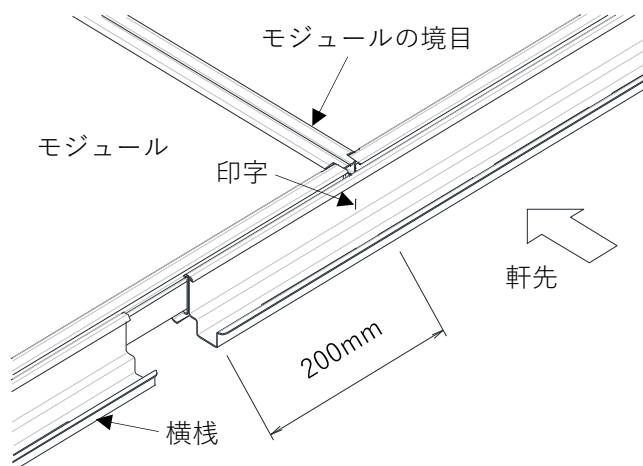

図 3-9. YSIII工法 横棧との位置
③図 3-9 のとおり、横棧の目印線（印字）とモジュールの境目が同じ位置となっていることを確認してください。